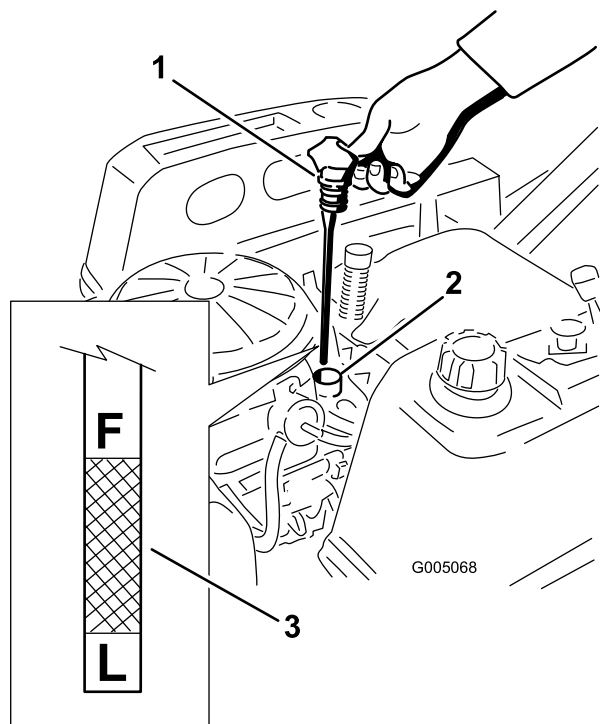
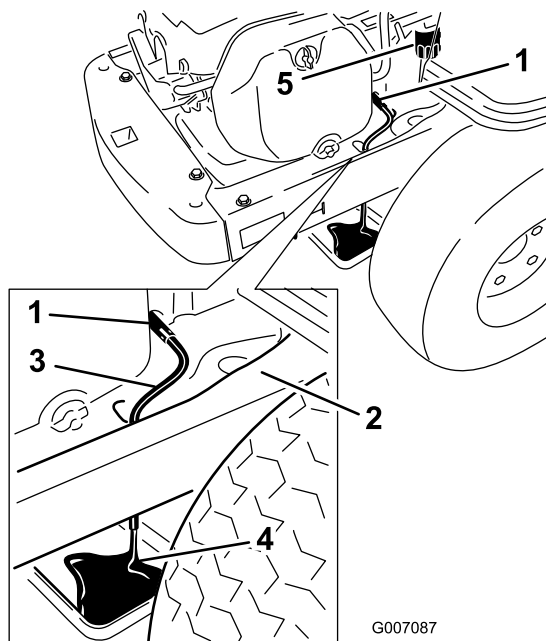

Figura 25
Figura 27
4. Retire el tapón de llenado/varilla de aceite y límpielo. Vuelva a colocar la varilla y empuje firmemente para asentarla en su lugar (Figura 25).
5. Retire la varilla y compruebe el nivel de aceite. (Figura 25).
7. Coloque un recipiente debajo de la máquina, directamente debajo del orificio de vaciado del bastidor, según se muestra en Figura 27.
8. Abra la válvula de vaciado de aceite para que se drene el aceite (Figura 27). Retire el tapón de llenado/varilla (Figura 25).
10. Retire el filtro usado y limpie con un paño la superficie de montaje (Figura 27).
11. Cuando el aceite se haya drenado completamente, cierre la válvula de vaciado de aceite. Retire el tubo de vaciado y limpie cualquier exceso de aceite que hubiera en el bastidor (Figura 27).
15. Vierta lentamente un 80% aproximadamente de la cantidad especificada de aceite por el tubo de llenado (Figura 25).
16. Coloque firmemente el tapón de llenado/varilla (Figura 25).
17. Compruebe el nivel de aceite (Figura 25); consulte Verificación del nivel de aceite.
19. Coloque firmemente el tapón de llenado/varilla (Figura 25).